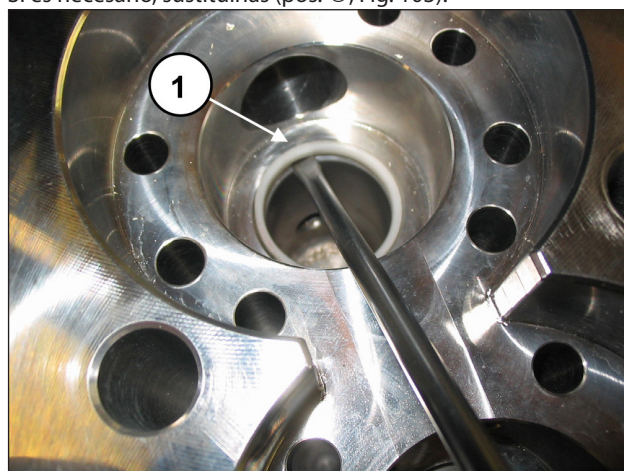

Fig. 103
Si es necesario, sustituir las (pos. ①, Fig. 103).